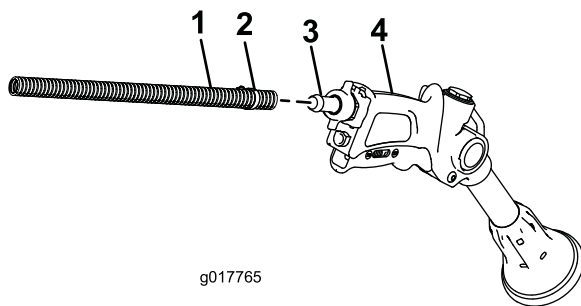

Bild 20
2. Schließen Sie das freie Ende des langen Schlauches am Anschlussstück an der Spritzpistole an (Bild 20).